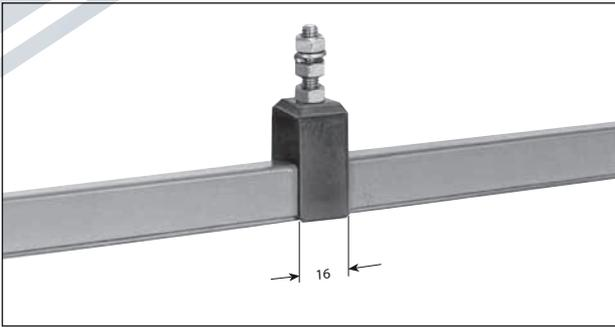

Bild 1: Isolierte Aufhängung UA 15 auf Teilstück
- Die isolierte Aufhängung (Bild 1) bzw. die Isolatoren mit Schienenhalter oder Kompakthalter an den Halteeisen befestigen.